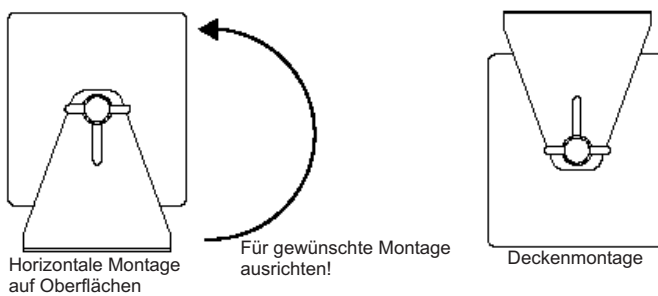

Bild 11: Anbringungsmöglichkeiten
7. Bringen Sie den Haltewinkel in die für Sie vorgesehene Anbindung. (Siehe Bild 11)